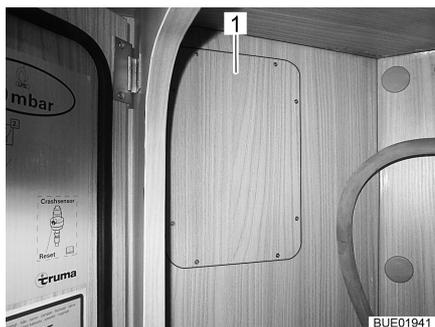

Fig. 82 Acceso a luces traseras izquierdas (600)
- Retirar la cubierta (Fig. 82,1). La cubierta está fijada con tornillos phillips. La cubierta se encuentra en la caja para bombonas de gas.